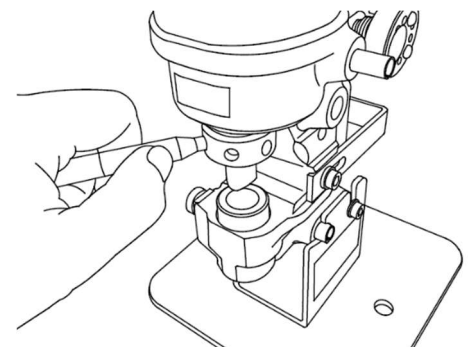

図 H-2
- 4) 作業前、および連続での作業の途中にパンチキャップがゆるんでいないか付属の棒レンチで確認します。ゆるんでいた場合は確実に締め直します。(図 H-2 参照)
パンチキャップを付属の棒レンチ(φ6)で向かって右より左方向(左回り)へゆるめます。(図 H-2)
パンチキャップがゆるまない様に付属の棒レンチ(φ6)で確実に締めこみます。(図 H-2)